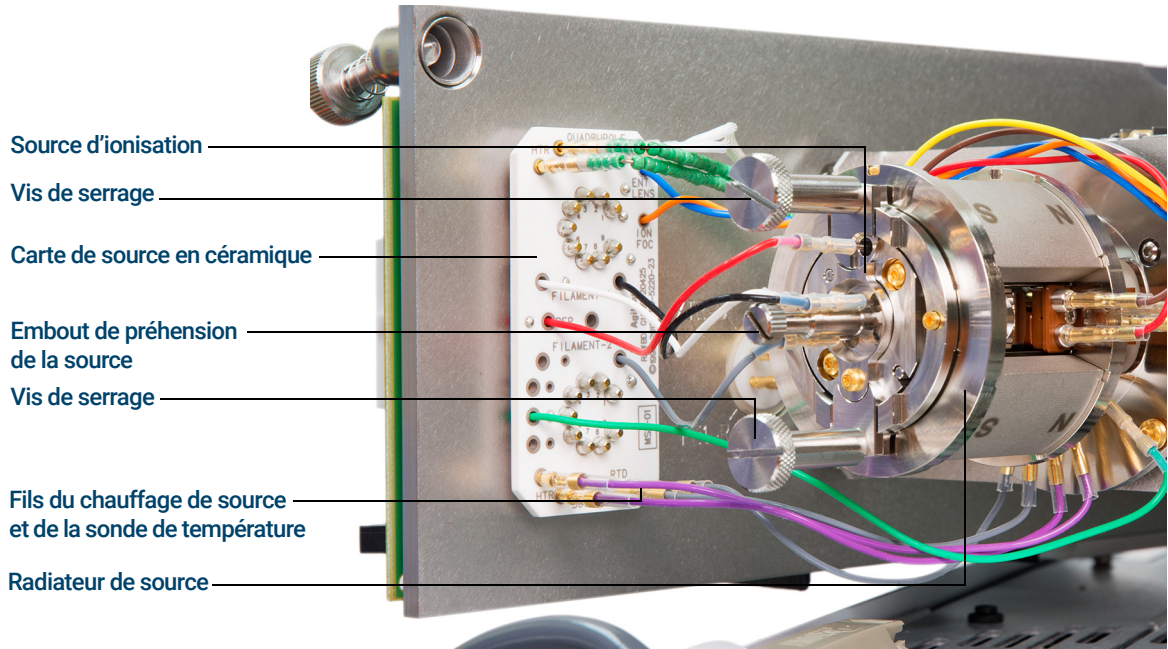

Figure 55. La chambre de l'analyseur pour le MSD HES
- 3 Déposer les deux vis moletées qui maintiennent la source d'ions en place. (Voir **Figure 55** page 195.)
- 4 Débrancher les fils de la source EI HES. (Voir **Figure 55** page 195.) Ne pas plier les fils plus que nécessaire. (Voir « **Branchement/débranchement des fils de la source EI HES** » page 196.)